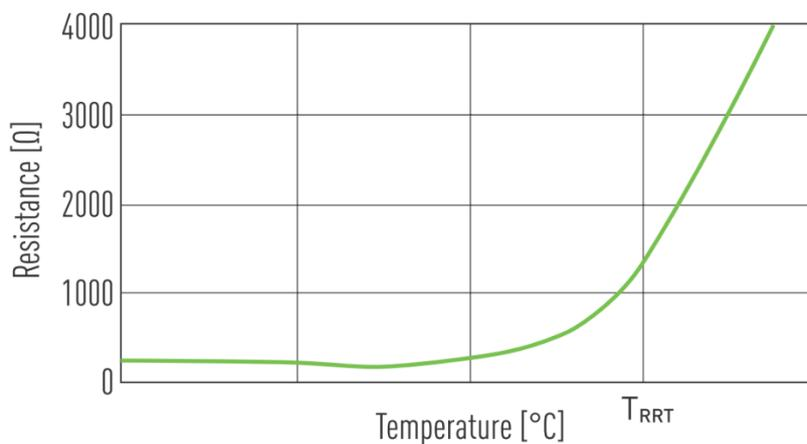

Fig. 5.1 Curva caratteristica dei sensori PTC ( $T_{RRT}$  = Temperatura d'intervento)
**I sensori PTC hanno una caratteristica non lineare (Fig. 5.1) e di conseguenza non sono adatti per misurare la temperatura del motore.**